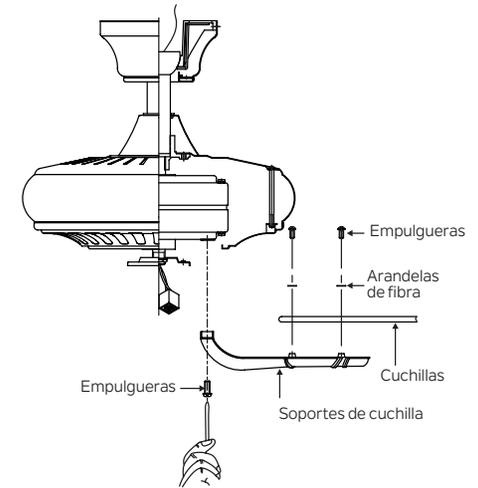

Fig. 15
Paso 1. Fije una cuchilla a un soporte de cuchilla con los tornillos y arandelas de fibra provistos. (Fig. 15)
Paso 2. Conecte cada conjunto de cuchillas al motor utilizando los tornillos de montaje “preinstalados” en el soporte de la cuchilla. (Fig. 15)